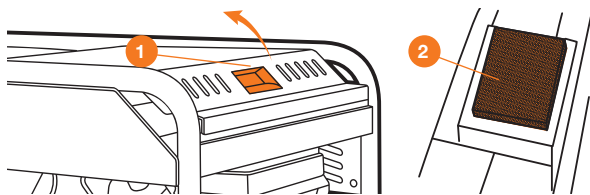

Рис. 19
- Поднимите верхнюю крышку **1** генератора (Рис. 19).